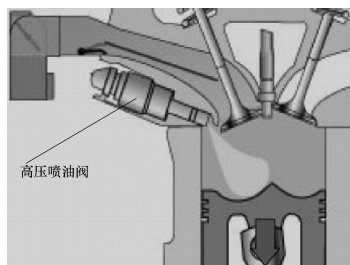

图 1-20 喷油过程
(2) **喷油过程** 均质混合气模式的喷油时刻与均质稀混合气模式相同, 即在点火上止点前 300° 时喷入燃油, 如图 1-20 所示, 但此模式的过量空气系数为 $\lambda = 1$ 。